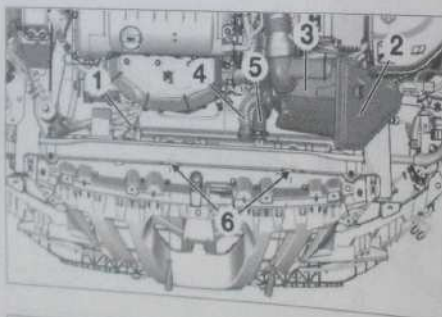
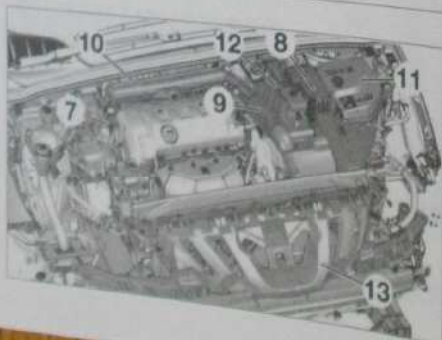

Fig. 82
Fig. 83
- Désaccoupler le tuyau de dégazage (1) (Fig. 82).
- le déflecteur (2).
- le résonateur (3).
- Désaccoupler les durits de radiateur (4) et (5).
- Déposer les vis (6).
- Désaccoupler les durits d'arrivée et de retour carburant (7) (Fig. 83).